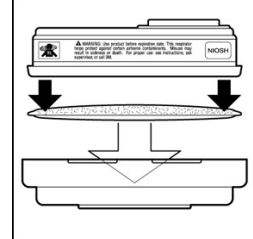

图 3
1. 将滤尘棉放入 3M™ 501 滤棉盖内，使滤尘棉的印刷面朝向滤毒盒（参见图 3）。